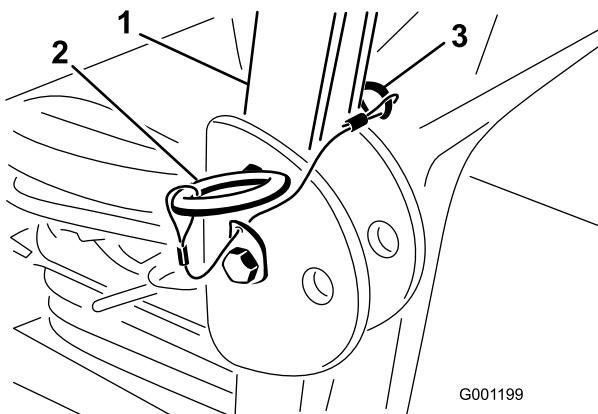

図 16
2. ROPSを立てた状態で、ヘアピンコッターと2本のピンを抜き取る図 16。